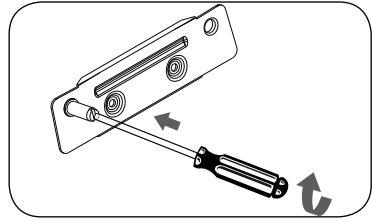

Abb. F2
- ▶ Versetzen Sie den Scharnierbolzen in die gegenüberliegende Bohrung (Abb. F2) und drehen ihn mit einem Schlitzschraubendreher fest.